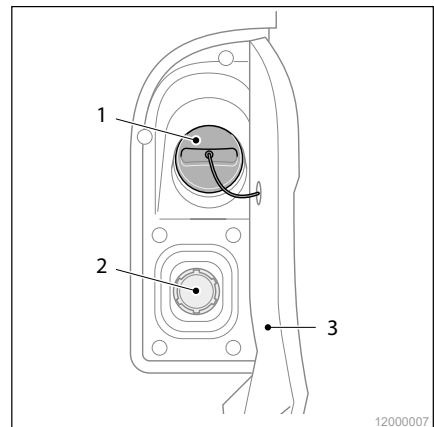

Abb. 7 Einfüllstutzen Diesel / AdBlue®
Der Tankeinfüllstutzen für Dieseldieselkraftstoff befindet sich hinter der Tankklappe (Abb. 7/3) neben der Fahrertür.
1. Öffnen Sie die Fahrertür und klappen Sie die Tankklappe (Abb. 7/3) auf.
2. Schrauben Sie den Tankdeckel für Dieselkraftstoff (Abb. 7/1) auf.
1. Schrauben Sie den Tankdeckel für Dieselkraftstoff (Abb. 7/1) fest (Bajonettverschluss).
2. Klappen Sie die Tankklappe (Abb. 7/3) bis zum Einrasten zu.
Der Tankeinfüllstutzen für AdBlue® befindet sich hinter der Tankklappe (Abb. 7/3) neben der Fahrertür.
2. Schrauben Sie den Tankdeckel für AdBlue® (Abb. 7/2) auf.
1. Schrauben Sie den Tankdeckel für AdBlue® (Abb. 7/2) fest.